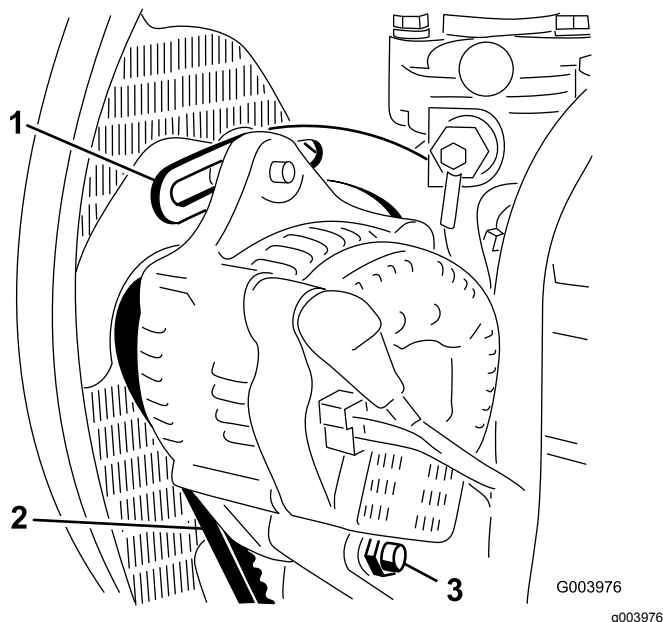

図 54
2. オルタネータ側プーリとクランクシャフト側プーリ間の中央部でオルタネータベルト(図 54)を指で10 kg程度の力で押してベルトの張りを点検する。
4. ブレースをエンジンに固定しているボルト(図 54)と、オルタネータをブレースとピボットボルトに固定しているボルトをゆるめる。